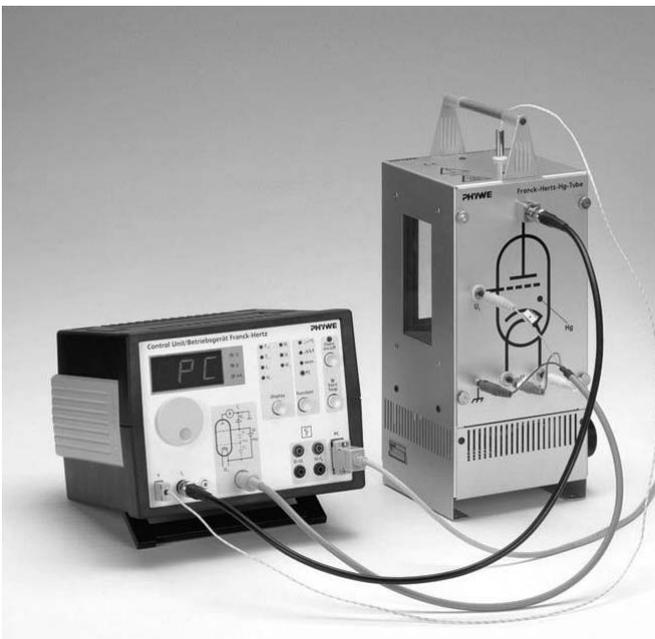

Abb.: 2 Aufbau des Franck-Hertz-Experiments mit Hg-Röhre und Ofen
3.1.1 Wenn der Ofen an das Franck-Hertz-Betriebsgerät 09105.99 angeschlossen ist (siehe Abb.2), dann ist der seitlich angebrachte Stellknopf der Temperaturregelung auf Maximum einzustellen. Denn die Ofentemperatur wird durch das Franck-Hertz-Betriebsgerät automatisch geregelt.